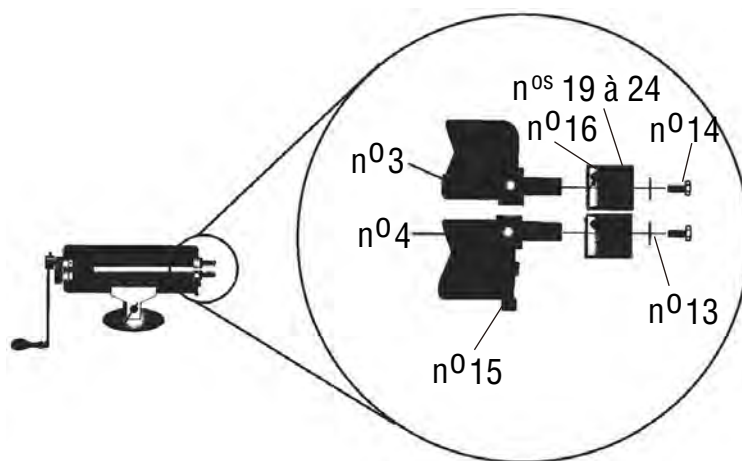

Figure 4
2. Glissez les deux matrices en même temps sur l'arbre d'entraînement (n^o 3) et l'arbre mené (n^o 4) (voir la **Figure 4**). Assurez-vous que les vis (n^o 16) sont placées au-dessus de la surface plane de l'arbre d'entraînement (n^o 3) et de l'arbre mené (n^o 4).